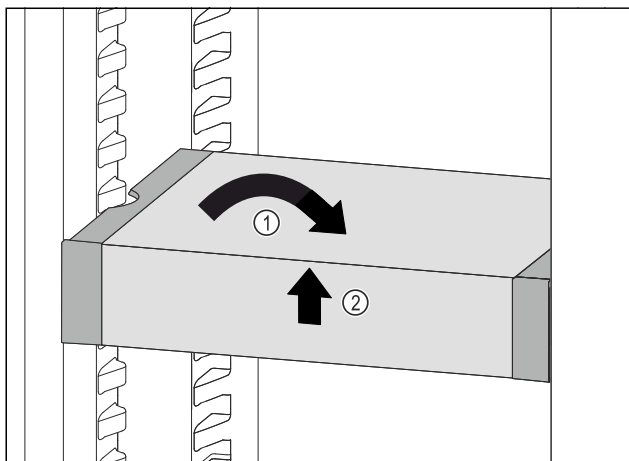

Fig. 120
- ▶ VarioSafe postavte rovně. Fig. 120 (1)
- ▶ VarioSafe vpředu zvedněte. Fig. 120 (2)